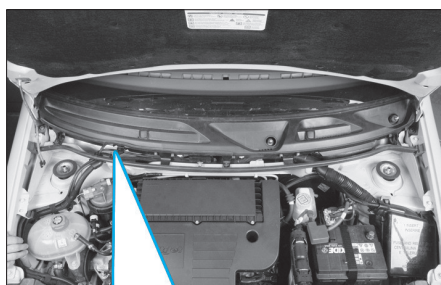

FIG. 70
- Débrancher le tuyau de lave-glace (Fig.70).